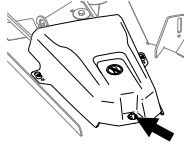

Bild 6
- Ziehen Sie die Seite der Abdeckung mit der Tülle hoch und ziehen Sie die Abdeckung ab. (Bild 6).